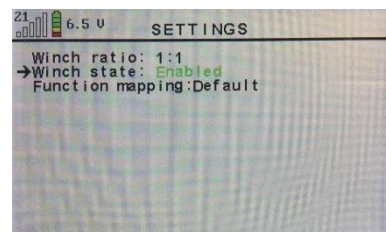

Abbildung 38
- Anschließend **Settings** öffnen, indem Sie die Taste ✓ drücken. Bewegen Sie dann mit Hilfe der Taste ( ▼ ) den Pfeil in der Anzeige vor **Winch State**. Schalten Sie durch Drücken der Taste ( ► ) den **Winch State** auf **Enabled** (siehe *Abbildung 38*).
- Der **Winch State** muss korrekt eingestellt sein, damit die Ist-Lastanzeige beim Betrieb der Winde korrekt angezeigt wird. Diese muss auf 1:1 eingestellt sein (siehe *Abbildung 38*).